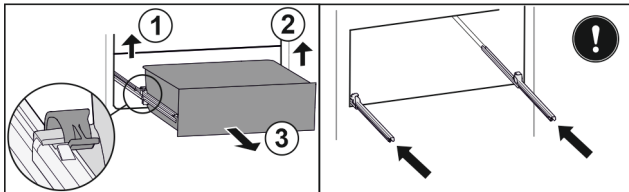

Fig. 46
- ▶ Soulever la bride gauche et tirer dans le même temps la partie gauche du tiroir vers l'avant. Fig. 46 (1)
- ▶ Soulever la bride droite et tirer dans le même temps la partie droite du tiroir vers l'avant. Fig. 46 (2)
- ▶ Retirer le tiroir par l'avant. Fig. 46 (3)